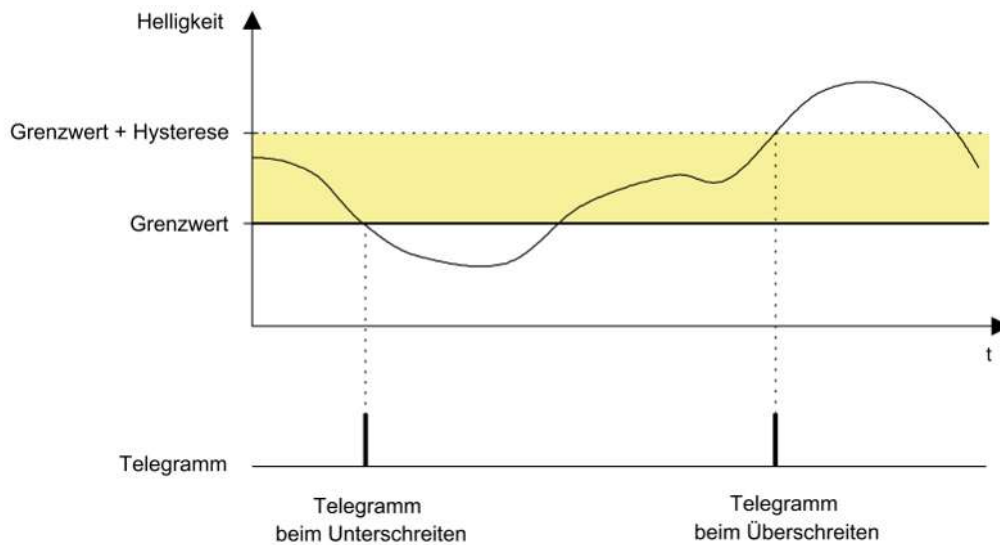

Bild 55: Beispiel 2 zur Grenzwertdefinition
2. Helligkeitsgrenzwert = Untere Schwelle (siehe Bild 55)